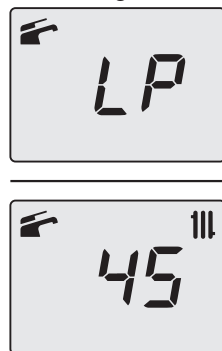

Figura 9.27
- Scorrere i vari parametri utilizzando i tasti 49 (indietro) o 51 (avanti) fino a far apparire sul display LCD le lettere **LP** che si alternano con il valore di temperatura dell'acqua di riscaldamento (es. **45**), indicanti l'entrata nell'attivazione della "funzione spazzacamino" alla potenza minima in sanitario (Figura 9.27).